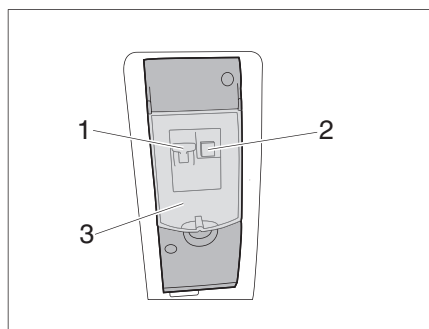

Figure 80 Disjoncteur automatique de 230 V
■ Ouvrir le volet de protection (Figure 80,3).
Le raccordement 230 V est protégé par un disjoncteur automatique bipolaire (Figure 80,1).
- ▷ L'interrupteur RCD (Figure 80,2) 230 Volt doit être actionné une fois par an pour éviter que le mécanisme ne « colle » et que la durée de déclenchement ne soit prolongée.